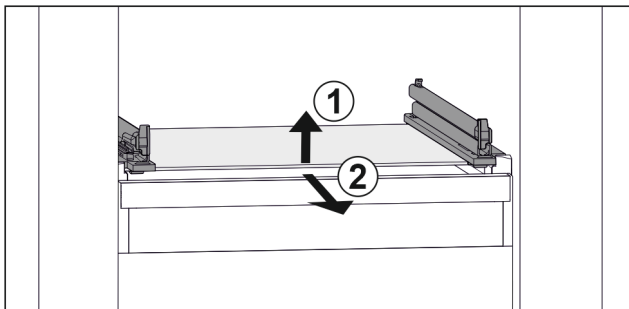

Fig. 116 玻璃隔板例图
- ▶ 抬起玻璃隔板前部。 Fig. 116 (1)
- ▶ 向前取出玻璃隔板。 Fig. 116 (2)